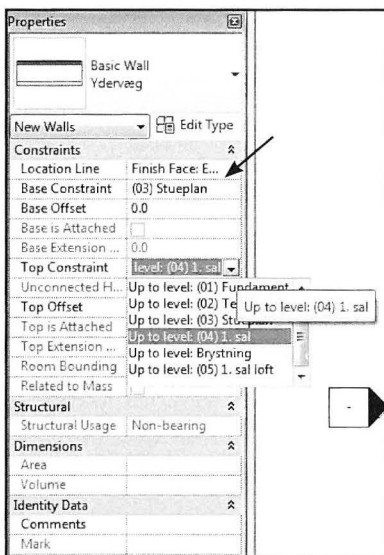

Fig. 05.42.
- I *Location Line* vælges: *Finish Face Exterior* (Fig. 05.42).
- Lad væggenes *Top Constraint* gå op til (04) 1. sal. (Fig. 05.42).
Hvis man ikke vil have at væggene skal flytte sig, når de vendes. Kan man inden man klikker på dobbeltpilene, markere de vægge der vender forkert. En eller flere af gangen (flere ad gangen, ved at holde ctrl nede og klikke på mere end en væg), gå i *Properties* og vælge en *Location Line* (Fig. 05.42) der hedder *Wall Centerline* istedet.